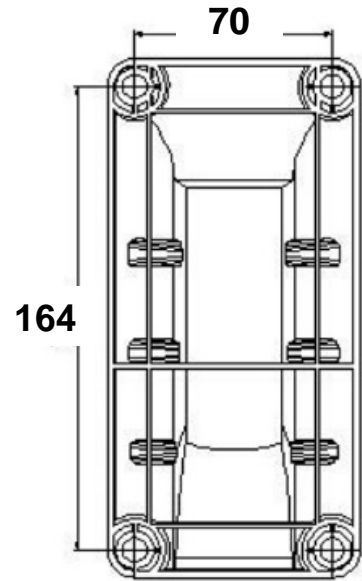

Fig. 2
3. Utilisez le support de montage comme gabarit pour marquer la position des chevilles et percez quatre trous dans le mur (Fig. 2)